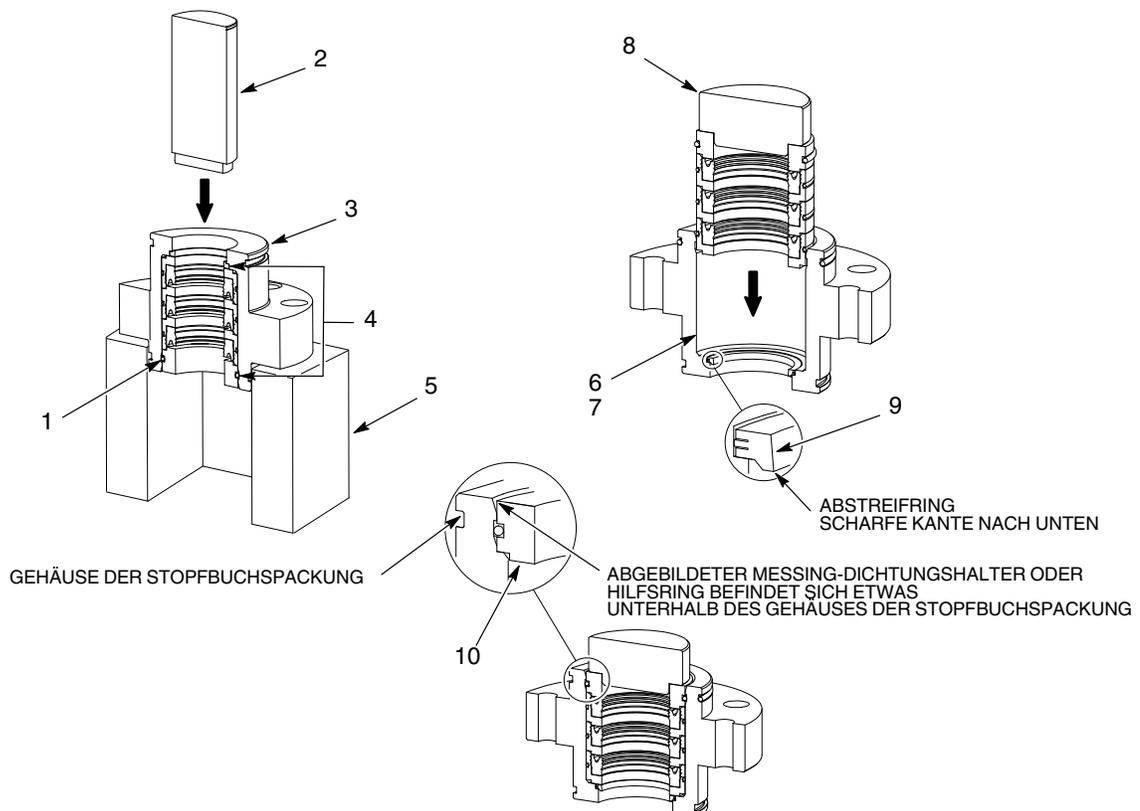

Abbildung 7 Ersetzen der inneren Teile der Stopfbuchspackung
Siehe Abbildung 7.
1. Das Gehäuse (3) der Stopfbuchspackung mit der Spülkammer nach oben zeigend auf einen Halter (5) setzen.
**HINWEIS:** Beim Ausbauen der inneren Teile zerstört die Halternut den O-Ring (1).
2. Den Austreibdorn (2) in das Gehäuse der Stopfbuchspackung stecken. Mit der Presse die inneren Teile (4) hinausdrücken.
4. Mobil SHC 634 auf die Bohrung (6) im Gehäuse der Stopfbuchspackung auftragen.
5. Den Abstreif- oder Haltering (8) mit der scharfen Kante nach unten in die Stopfbuchspackung (3) einsetzen.
6. Mit dem Einsetzwerkzeug (7) und der Presse die neuen inneren Teile in das Gehäuse der Stopfbuchspackung (3) einsetzen. Sicherstellen, dass der Messing-Dichtungshalter oder der Stützring (9) wie in Abbildung 7 gezeigt mit dem Gehäuse der Stopfbuchspackung bündig ist oder leicht versenkt liegt.